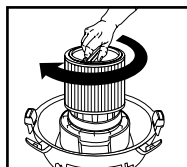

FIGURA 20
30. Sostenga la tapa del depósito con una mano, gire la manija del retenedor del filtro en el sentido de las agujas del reloj para ajustarlo, asegurando el filtro en su lugar. **FIGURA 20.**